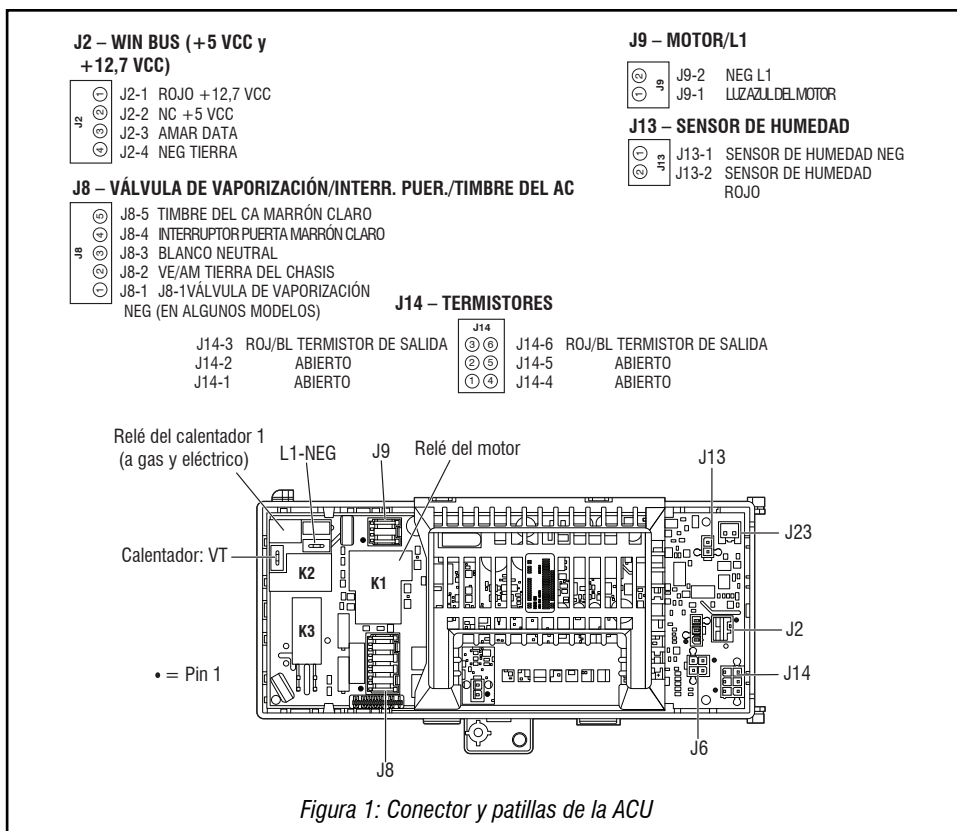

Figura 1: Conector y patillas de la ACU
5. **V CA de la ACU:** con un voltímetro configurado para CA, conecte la sonda negra a la ACU J8-3 (Neutro) y la sonda roja a J9-2 (L1) (consulte la Figura 1). Enchufe la secadora o reconecte el suministro de energía.